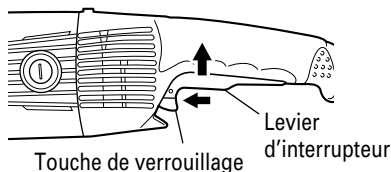

Fig. 3
10. Vérifier le bouton-poussoir. S'assurer que le bouton-poussoir n'est pas engagée appuyant dessus deux ou trois fois avant de mettre la meuleuse à disque en marche. (Fig. 3)
2. Mettre la meuleuse sous tension. (Fig. 3)